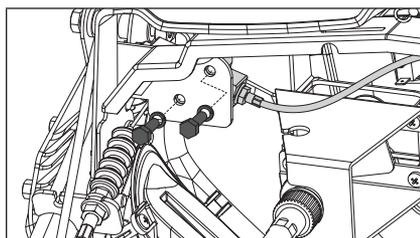

Figure 89
- Retirez les deux boulons M6 x 20 et les rondelles de blocage de la plaque située sous le panneau de commande, près du levier de commande de la tarière. (Fig. 89)